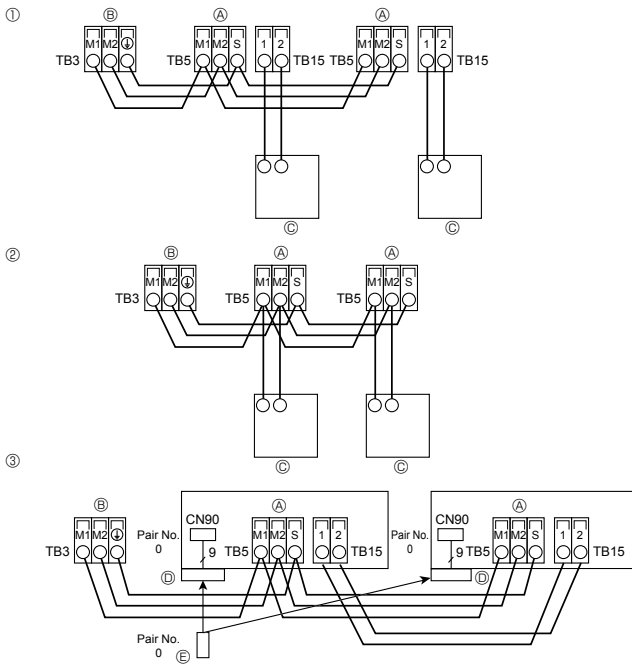

Fig. 4-3
4.4. Σύνδεση ελεγκτού εξ αποστάσεως, καλώδιων μεταφοράς εξωτερικών και εσωτερικών μονάδων (Fig. 4-3)
- ① Ελεγκτής εξ αποστάσεως MA
- ② Ελεγκτής εξ αποστάσεως M-NET
- ③ Ασύρματο τηλεχειριστήριο (Κατά την εγκατάσταση δέκτη ασύρματου σήματος)